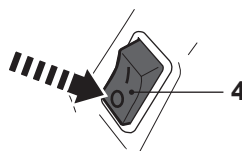

Fig. 29
- > Mettez l'interrupteur [4] sur «O» (arrêt) (Fig. 29).